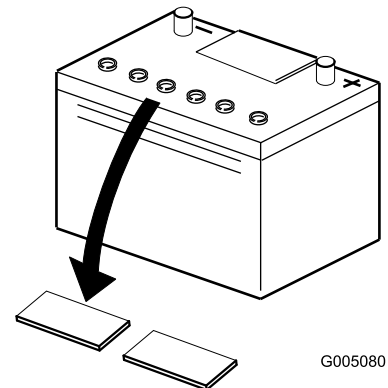

Figura 4
4. Limpie la parte superior de la batería y retire los tapones de ventilación (Figura 4).